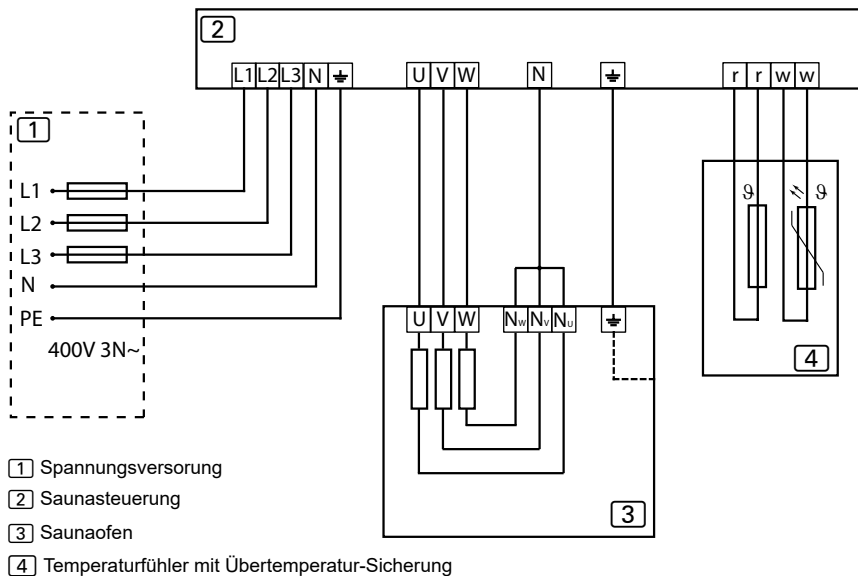

Abbildung 9. Anschlussplan 400V 3N~
- **Mechanische Ventilation:** Die Zuluftöffnung muss sich im oberen Teil der Sauna befinden, damit die Funktion des Temperatursensors nicht beeinträchtigt wird. (Abbildung 9. Mindestabstand des Fühlers zur Luftzufuhr.)